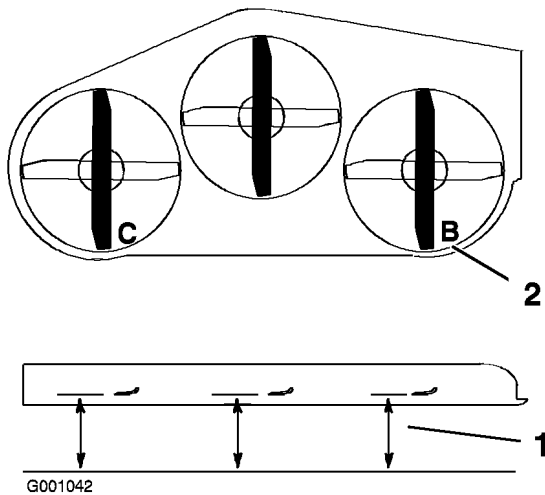

Figura 59
1. Coloque la cuchilla derecha en posición longitudinal (Figura 59).
2. Mida la cuchilla derecha en la posición **B** desde una superficie nivelada hasta el filo de corte del extremo de la cuchilla (Figura 59).
4. Coloque la cuchilla izquierda en posición longitudinal (Figura 59).
5. Mida la cuchilla izquierda en la posición **C** (Figura 59) desde una superficie nivelada hasta el filo de corte del extremo de la cuchilla.